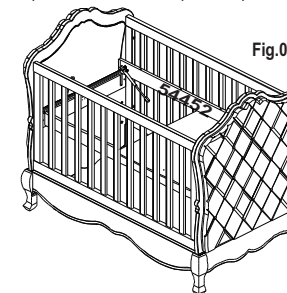

Fig.02
2. Retire as barras de estrado (54452) forçando as mesmas para cima. Fig.: 02.
6) Fixar a base triangular superior (Pistão) "F" no estrado anti-refluxo (5592), utilize parafuso p/ plástico 4 x 10 mm "H". Fig. 02.